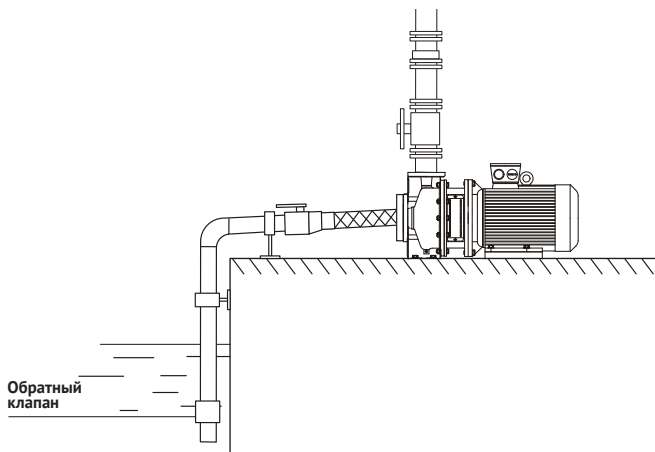

Рисунок 6 – Насос установлен выше уровня перекачиваемой жидкости
- 3 На всасывающей магистрали следует установить обратный клапан (см. рисунок 6, поз. 3).
Если насос установлен выше уровня перекачиваемой жидкости (см. рисунок 6), выполните заполнение всасывающей магистрали и корпуса.